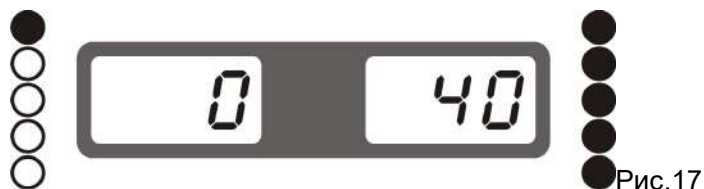

Рис.17
4.3 Вытяните линейку до тех пор, пока не увидите положение внешней точки дисбаланса на внешней стороне обода (рис.17)